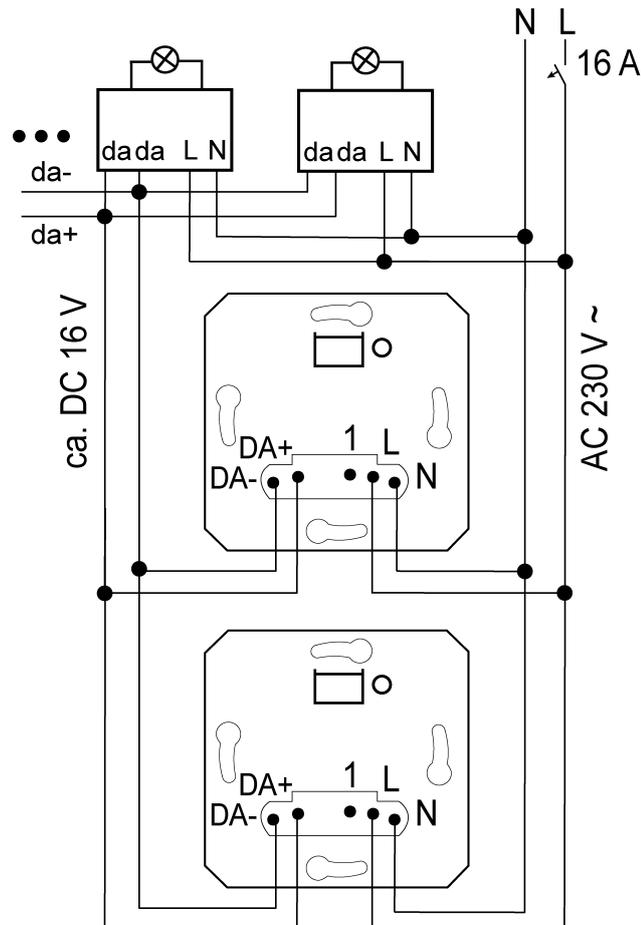

Figura 3: Collegamento in parallelo di inserti DALI
- Per il collegamento in parallelo di più inserti DALI, fare attenzione alla corretta polarità (Figura 3).